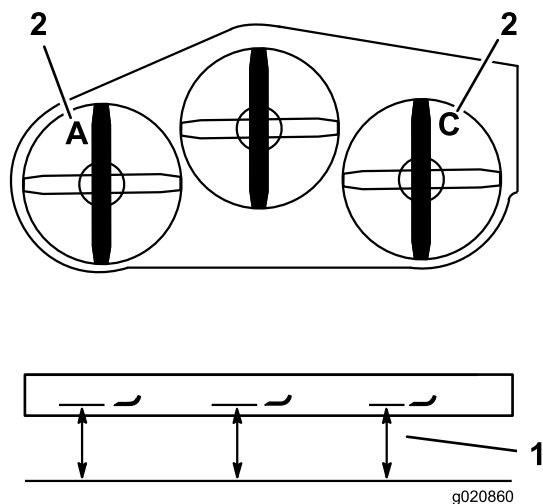

図 86
3. **A**位置で、平らな床面から左側のブレードの刃先までの高さを測り、測定値を記録する **図 86**。
4. **C**位置で、平らな床面から右側のブレードの刃先までの高さを測り、測定値を記録する **図 86**。
3. **C**位置で、平らな床面から右側のブレードの刃先までの高さを測り、測定値を記録する **図 86**。